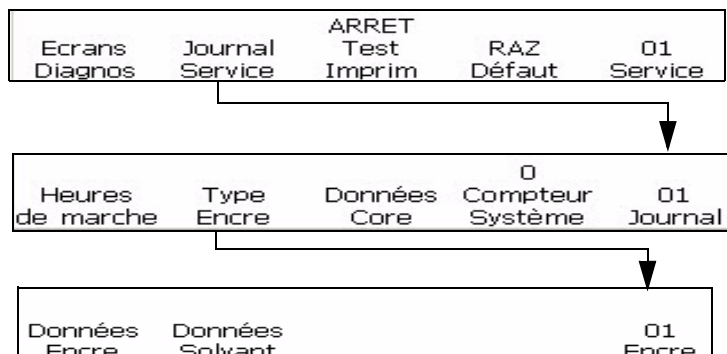

Figure 4-26: Fenêtre <06 Entretien>
- 1 Naviguez jusqu'à la Fenêtre < 01 Entretien> (01 Editer > 02 Editer > 03 Editer > 04 Editer - Entretien Imprimante > 01 Entretien). Voir Figure 4-26 à la page 4-28.